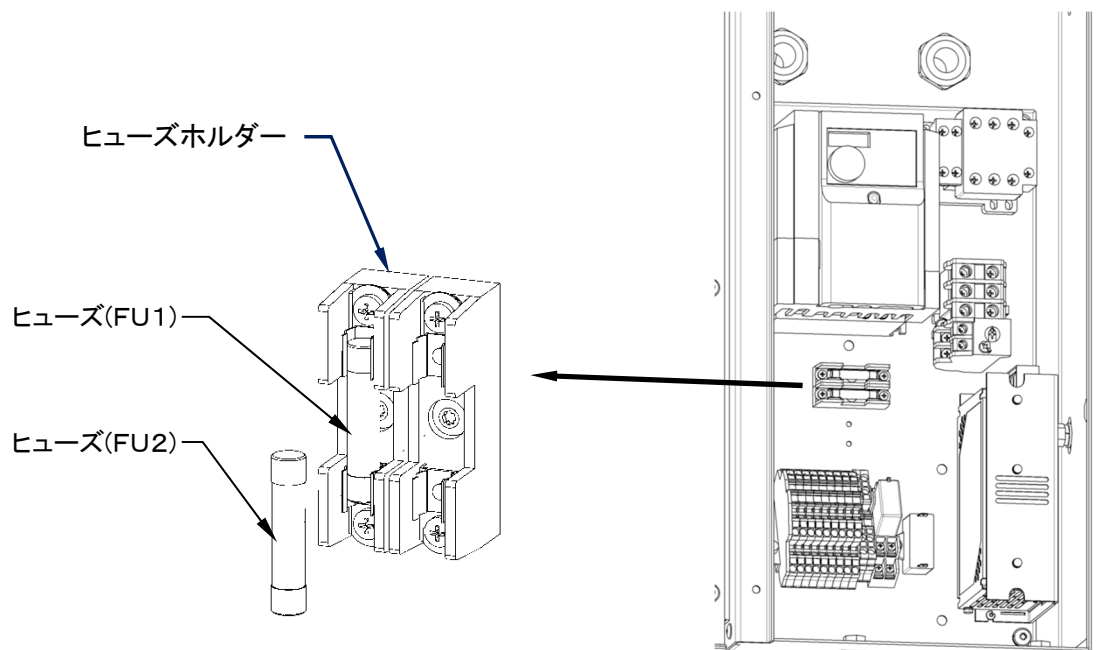

図 8-24
2) ヒューズの交換（図 8-24）
- ・ 図 8-24 の要領でカセットを左に廻しカセットを外し、ロータ ASSY を手前に引き抜くとポンプチューブが外れます。